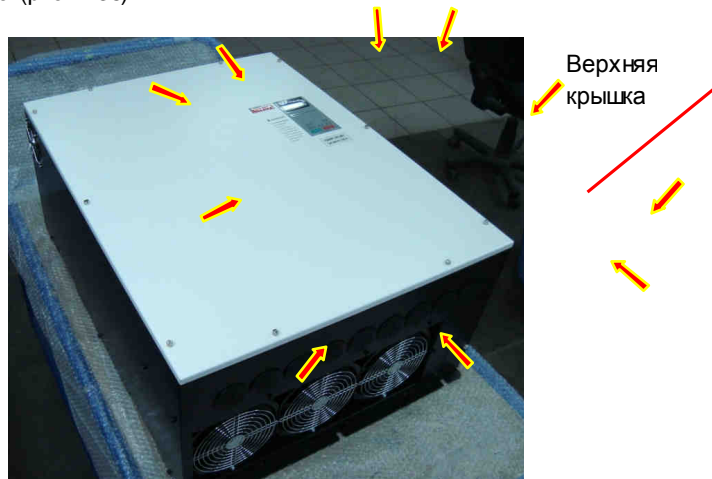

Рис. 7.35.
7.19.1. Установить верхнюю крышку, вкрутив десять винтов крепления. Затянуть без инструмента (рис. 7.35).